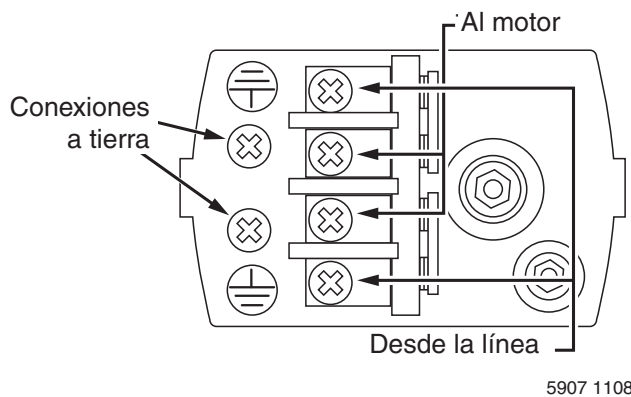

Figura 11 : Conectar los cables de suministro de energía al manóstat, según se ilustra.
- Paso 1. Conecte el alambre de puesta a tierra primero según se ilustra en la Figura 11. El alambre de puesta a tierra debe ser un alambre de cobre sólido por lo menos tan grande como los alambres de suministro de corriente.
- Paso 4. Conecte los alambres de suministro de corriente al conmutador de presión según se ilustra en la Figura 11.